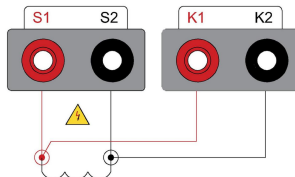

图 5， CT/PT 励磁/直阻
**CT 直阻测试：**按（图 5）与互感器的二次绕组正确接线后，选择直流电阻，点击测试即可自动开始测试。
**CT 励磁特性测试：**按（图 5）与互感器的二次绕组接线后，选择励磁特性，点击测试即可自动开始测试。
**PT 直阻测试：**按（图 5）与互感器二次绕组接线，选择直流电阻点击测试即可自动开始测试。
**PT 励磁特性测试：**按（图 5）与互感器二次绕组接线，选择励磁特性点击测试即可自动开始测试